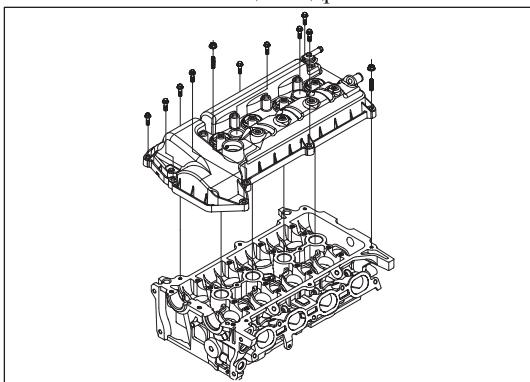
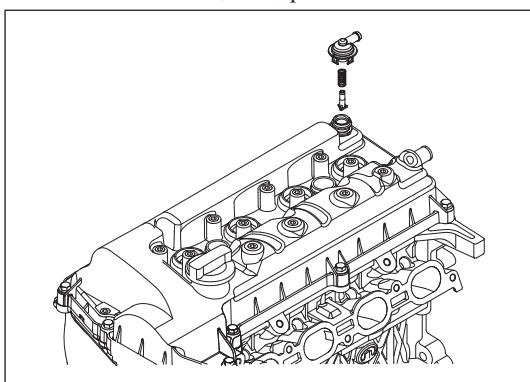
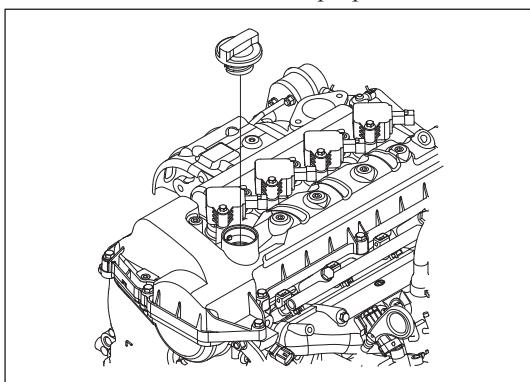

Рис. 12-2-7. Установка крышки головки блока цилиндров
Рис. 12-2-8. Установка системы принудительной вентиляции картера
Рис. 12-2-9. Установка крышки заливной горловины
- » Установить крышку головки блока цилиндров на головку блока цилиндров через 3 мин после нанесения герметика и затянуть 2 шестигранные фланцевые гайки (M6) и 9 фланцевых болтов с шестигранными головками (M6×30), как изображено на рис. 12-2-7.
- (2) Установка системы принудительной вентиляции картера
- » Закрепить систему принудительной вентиляции на крышке головки блока цилиндров, как изображено на рис. 12-2-8.
- (3) Установить крышку заливной горловины
- » Закрепить крышку заливной горловины на заливной горловине крышки головки блока цилиндров и затянуть ее, как изображено на рис. 12-2-9.